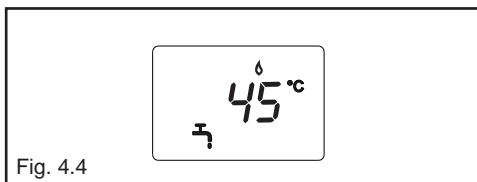

Fig. 4.4
Il visualizzatore digitale (4) indica la temperatura dell'acqua sanitaria (fig. 4.4).
Il visualizzatore digitale indica la temperatura dell'acqua sanitaria (fig. 4.4).